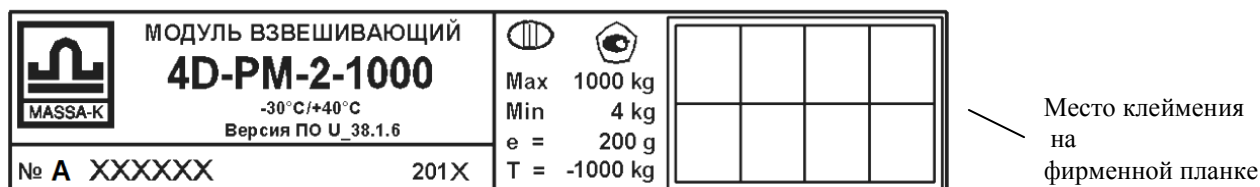

Рис. 16.2 – Пример фирменной планки
17.1 Метрологические характеристики модуля (класс точности, Max, Min, e, d) указаны на фирменной планке, закреплённой на раме модуля (Рис.16.2).
Оформите результаты поверки: нанесите на фирменную планку модуля (Рис.16.2) отпечаток поверительного клейма поверяющего.